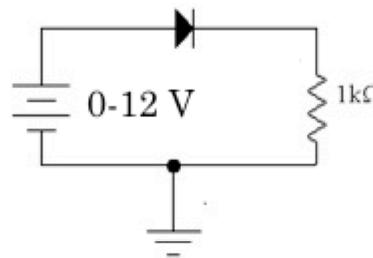
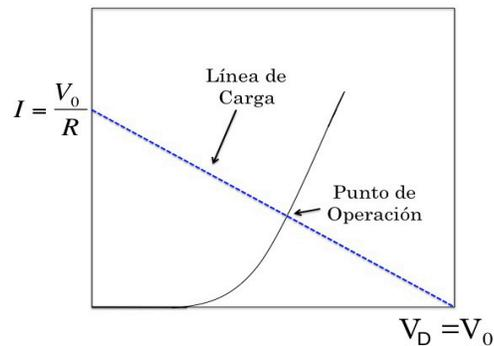

Figura 4. Circuito con diodo y fuente de dc
Figura 5 Línea de Carga
1. Construya el circuito en la figura 4 utilizando el diodo 1N485.
Otro tipo de análisis gráfico que nos permite estudiar el comportamiento de circuitos con diodos semiconductores es la línea de carga. La corriente en el circuito de la figura 4 puede representarse con la siguiente expresión: $I(V) = \frac{V_0 - V_D}{R}$, donde V_0 es el voltaje de la fuente y V_D el voltaje en el diodo. Esta ecuación corresponde a una línea recta con interceptos en $I = V_0/R$ y $V_0 = V_D$ (ver figura 5). Se le llama línea de carga porque depende exclusivamente de la resistencia (carga) y de la fuente. La línea es independiente del valor de la impedancia.
El punto donde la ecuación exponencial de la corriente y la línea de carga coinciden se conoce como punto de equilibrio o **punto de operación** del circuito. Este punto se muestra en la figura 5.
1. Usando la curva característica de la práctica 2, trace la línea de carga para el circuito de la figura 4 con un voltaje de 6 V y determine el punto de operación del diodo (ver figura 5).